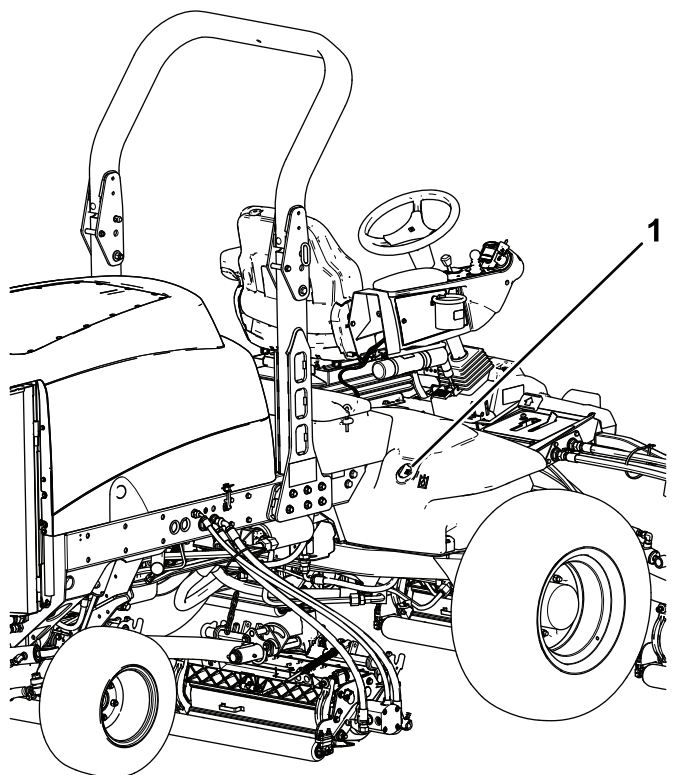

Figure 80
- Nettoyez la surface autour du goulot et du bouchon de remplissage du réservoir hydraulique (Figure 80).